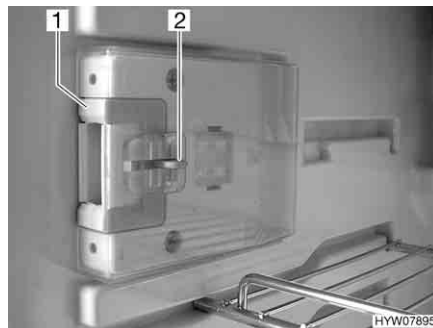
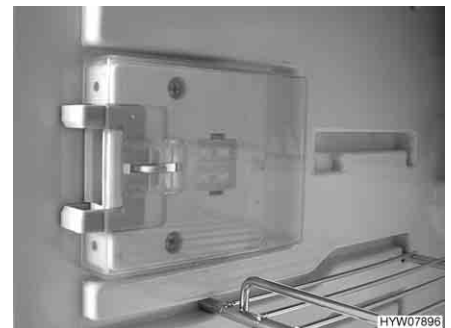

Fig. 227 Dispositivo de fecho em posição normal
Fig. 228 Dispositivo de fecho em posição de arejamento
- Empurre para dentro o dispositivo de destrava (Fig. 227,2).
- Desloque o dispositivo de fecho (Fig. 227,1) para a frente (Fig. 228).